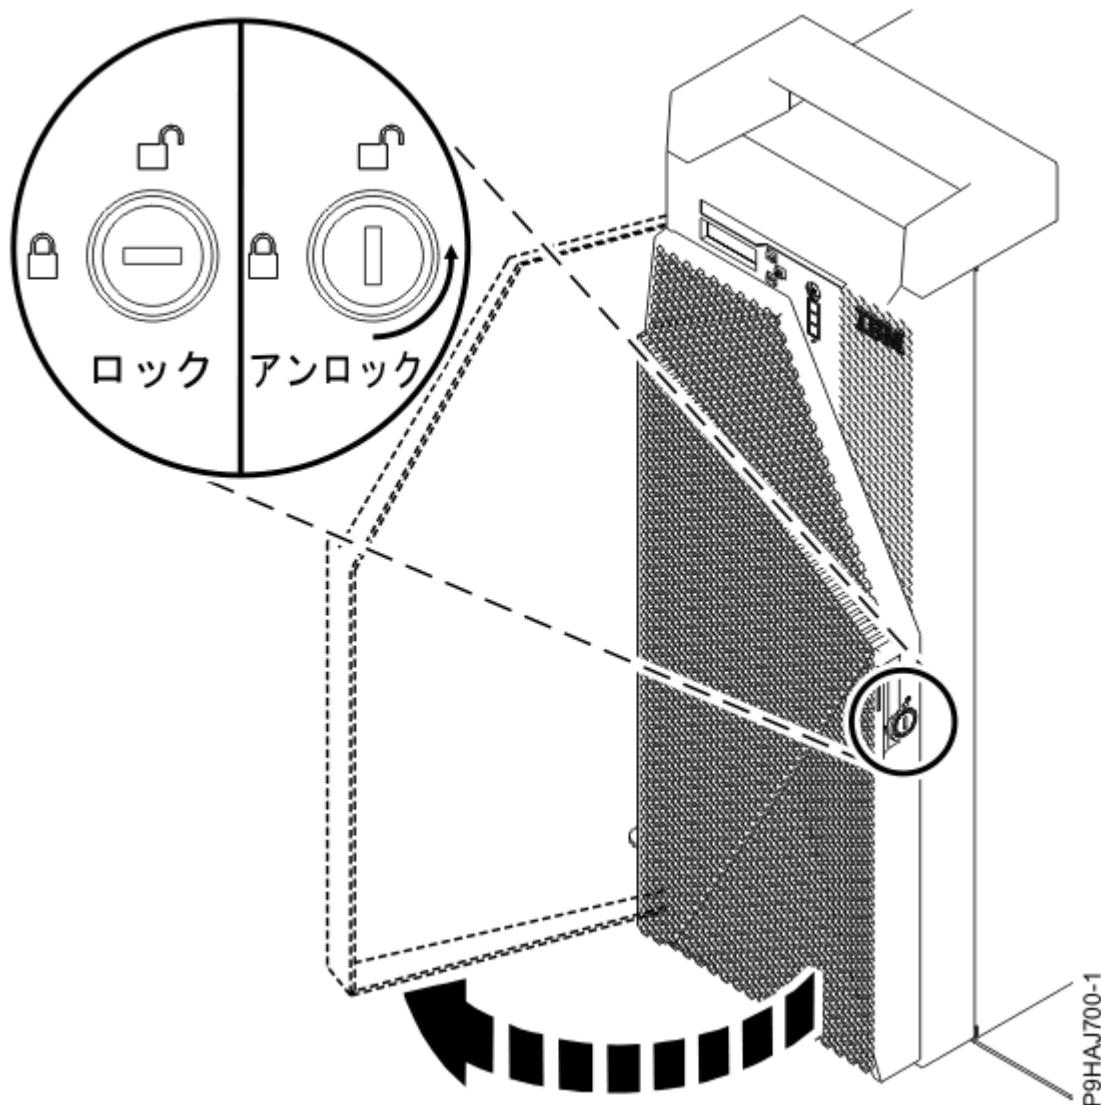

図 52. 前面ドアのアンロック
- a) 前面ドアの鍵をロックに差し込みます (56 ページの図 52 を参照)。鍵を左 (反時計方向) にひねって、ドアをアンロックします。水平方向がロック状態で、垂直方向がアンロック状態です。前面ドアを開きます。